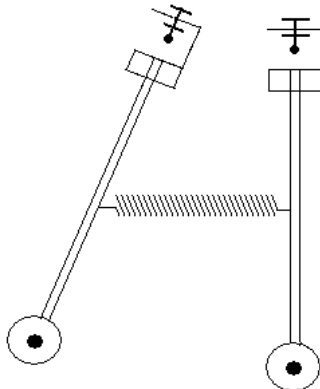

Fig. 2 Pendule de torsion couplé
- Déterminez l'angle de déviation à l'aide d'une graduation (voir la Fig. 2) et assignez-le à la tension de sortie correspondante.